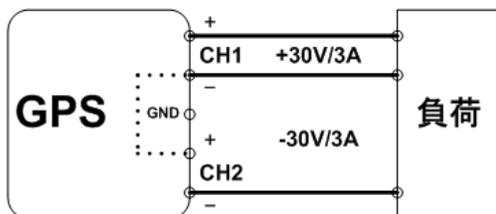

図 5-4  $\pm$ トラッキング 配線図
6.  $\pm 30\text{V}/3\text{A}$  のトラッキング電源として使用するときは、図 5-4 のように CH1 の+(正極:赤)端子と CH2 の-(負極:黒)端子を負荷に接続してください。そして、コモン(GND)端子として、CH1 の-(負極:黒)端子を負荷のコモン(GND)端子に接続してください。